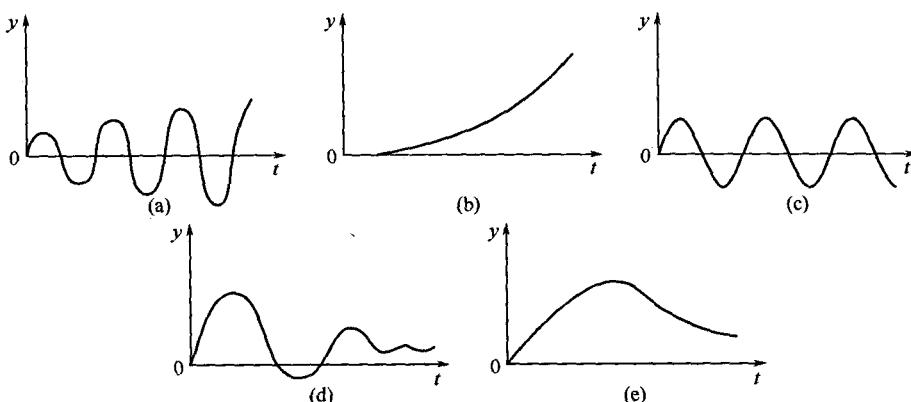

图 1-3 过渡过程的基本形式
① 发散振荡过程 图 1-3(a) 所示。它表明当系统受到扰动作用后，被控变量上下波动，且波动幅度逐渐增大，即被控变量偏离设定值越来越远，以致超越工艺允许范围。
② 非振荡发散过程 图 1-3(b) 所示。它表明当系统受到扰动作用后，被控变量在设定值的某一侧作非振荡变化，且偏离设定值越来越远，以致超越工艺允许范围。
③ 等幅振荡过程 图 1-3(c) 所示。它表明当系统受到扰动作用后，被控变量作上下振幅恒定的振荡，即被控变量在设定值的某一范围内来回波动，而不能稳定下来。等幅振荡是系统稳定与不稳定的分界。
④ 衰减振荡过程 图 1-3(d) 所示。它表明当系统受到扰动作用后，被控变量上下波动，且波动幅度逐渐减小，经过一段时间最终能稳定下来。
⑤ 非振荡衰减过程 图 1-3(e) 所示。它表明当系统受到扰动作用后，被控变量在给定值的某一侧做缓慢变化，没有上下波动，经过一段时间最终能稳定下来。